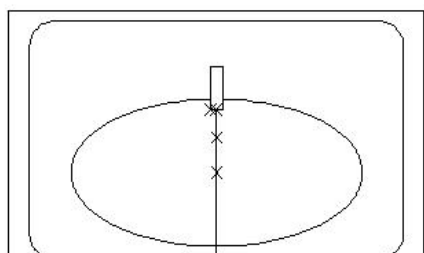
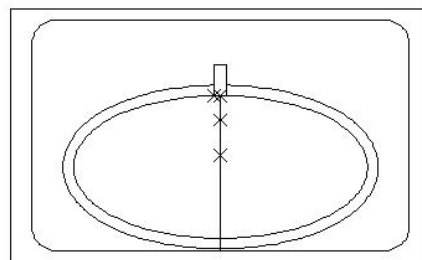

图 3-26 绘制椭圆弧
图 3-27 绘制内椭圆弧
8、按 Enter 键, 绘制的椭圆弧如图 3-26 所示。按照同样的方法绘制内侧椭圆, 效果如图 3-27 所示。